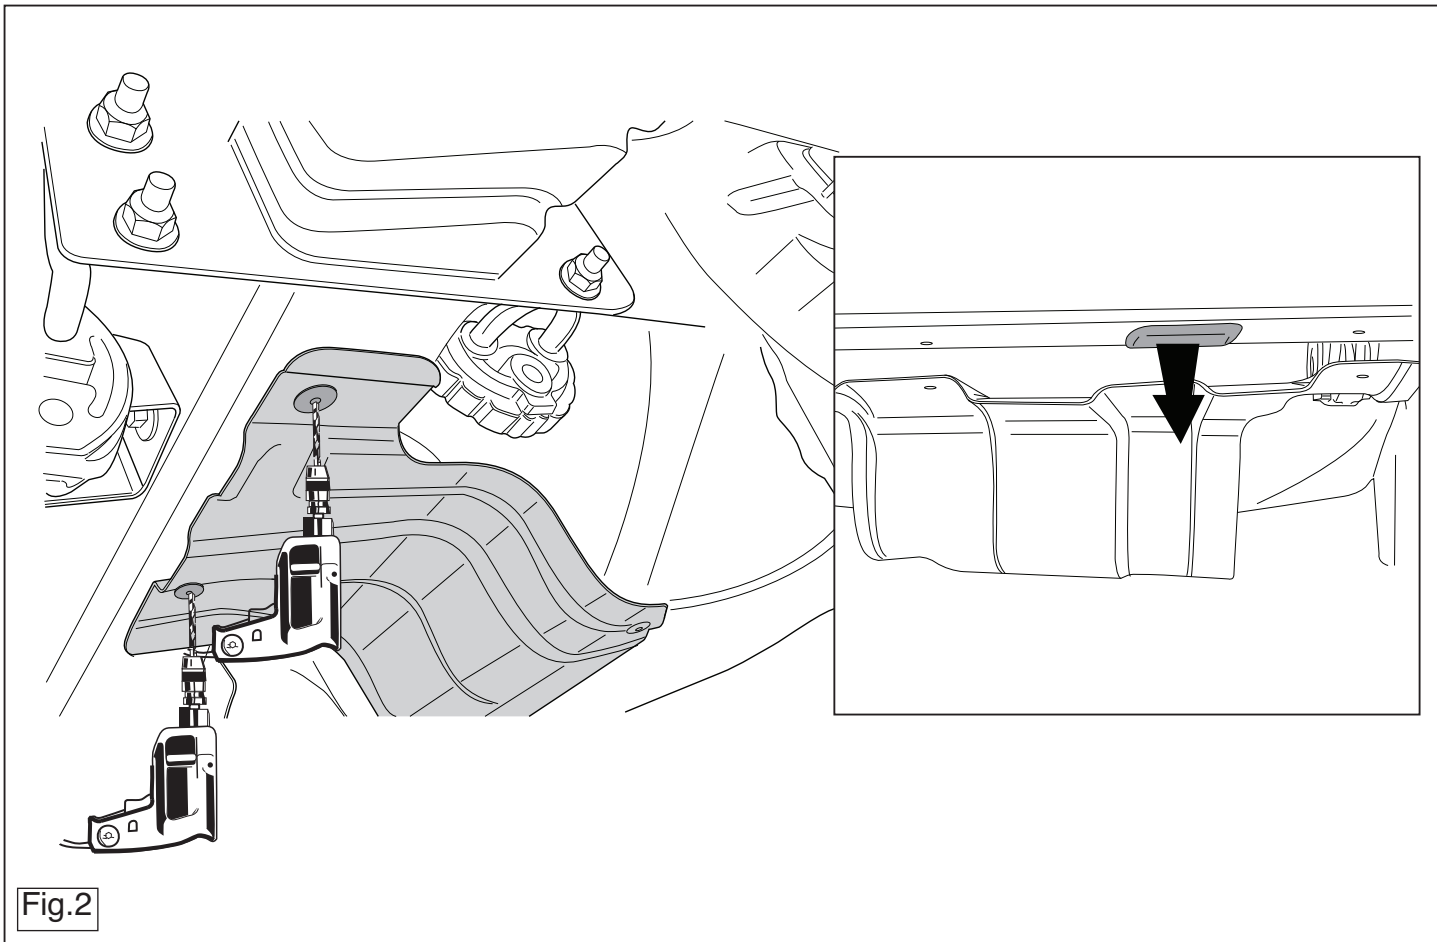

Fig.2
(См. рисунок 2).
3. Удалить резиновые пробки в указанных точках (см. рис. 2).